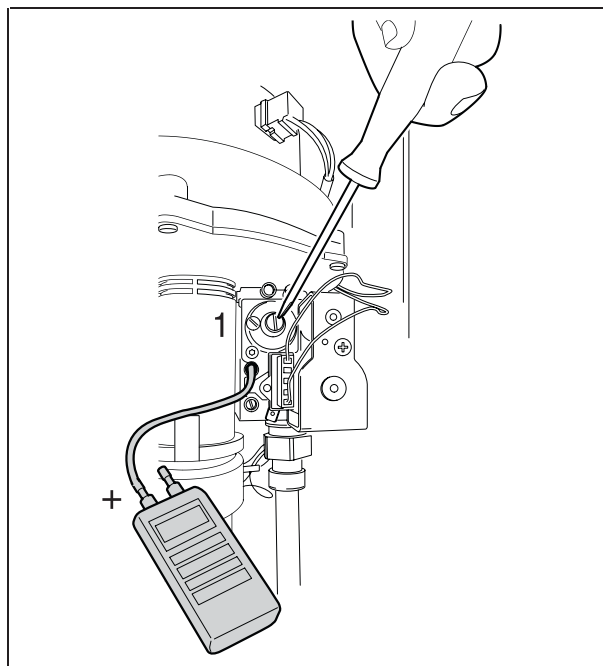

Fig. 36 Messa a punto rapporto gas/aria
- 12) In caso di differenze, procedere ad una nuova regolazione del rapporto gas/aria mediante la vite di regolazione, dopo aver tolto la calotta di protezione (fig. 36, pos. 1) a tale scopo utilizzare una chiave a brugola (da 4 mm) per correggere il rapporto aria-gas.
- 13) Rimettere a posto la protezione (fig. 36, pos. 1).